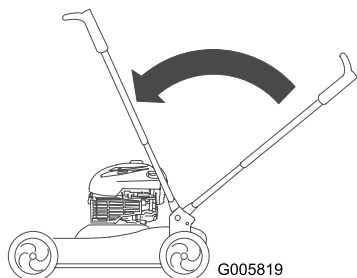

Figura 28
3. Sollevare la stegola in posizione verticale (Figura 28).